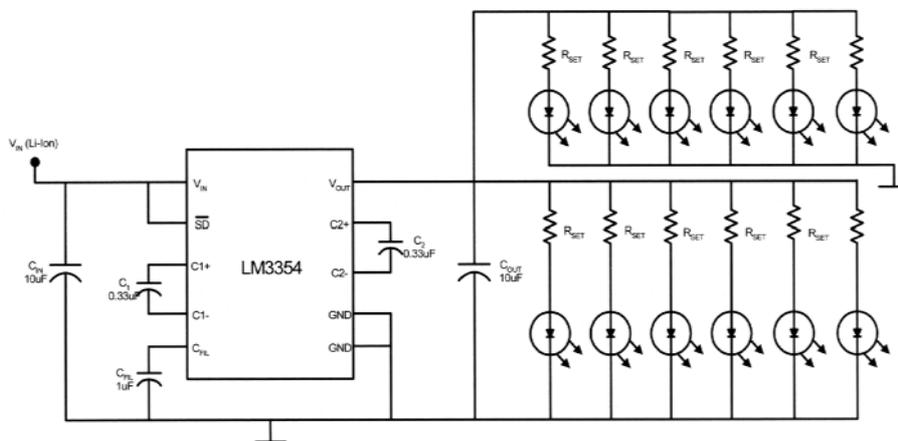

Abbildung 8.1.27 LED-Speisung über Spannungswandler (1). Einsatzbeispiel: die Tastaturbeleuchtung eines Mobiltelefons (National Semiconductor)
- ein Vorwiderstand je LED (vgl. auch Abbildung 8.1.27),